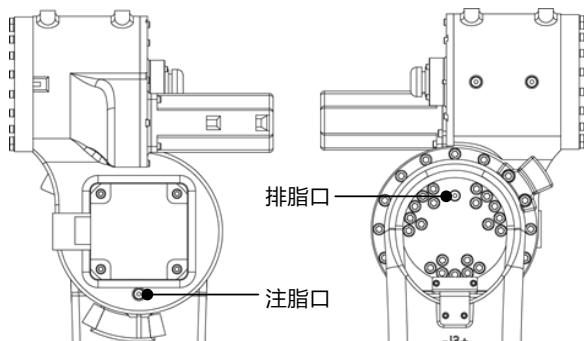

图 10-8 更换 J3 轴减速器润滑脂
- 步骤4.** 卸下排脂口 M10x1 堵头及密封垫片, 如图 10-8 所示。